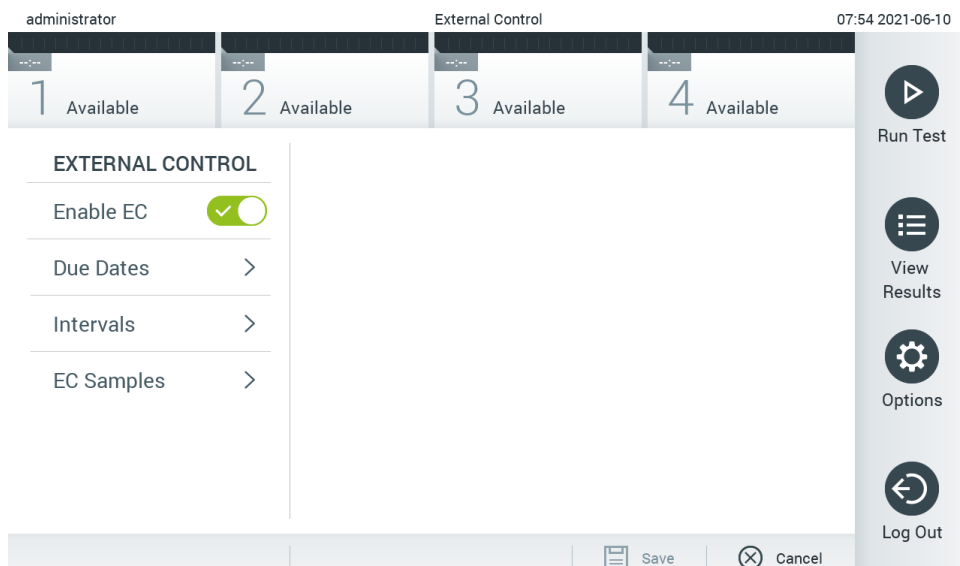

Bild 50. Extern kontroll-skärmen.
2. Tryck omkopplarknappen **Enable EC** (Aktivera EC) för att aktivera funktionen (bild 50).